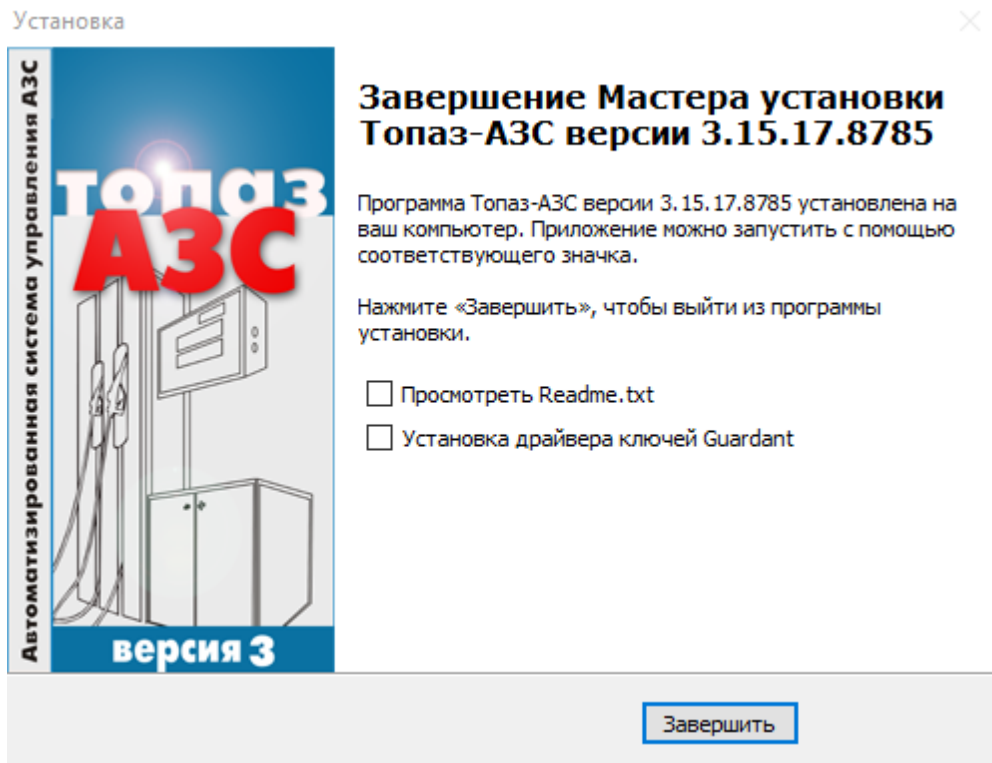

Рисунок 13.
13. На последнем шаге снимите галочки и нажмите кнопку "Завершить" (рисунок 13).